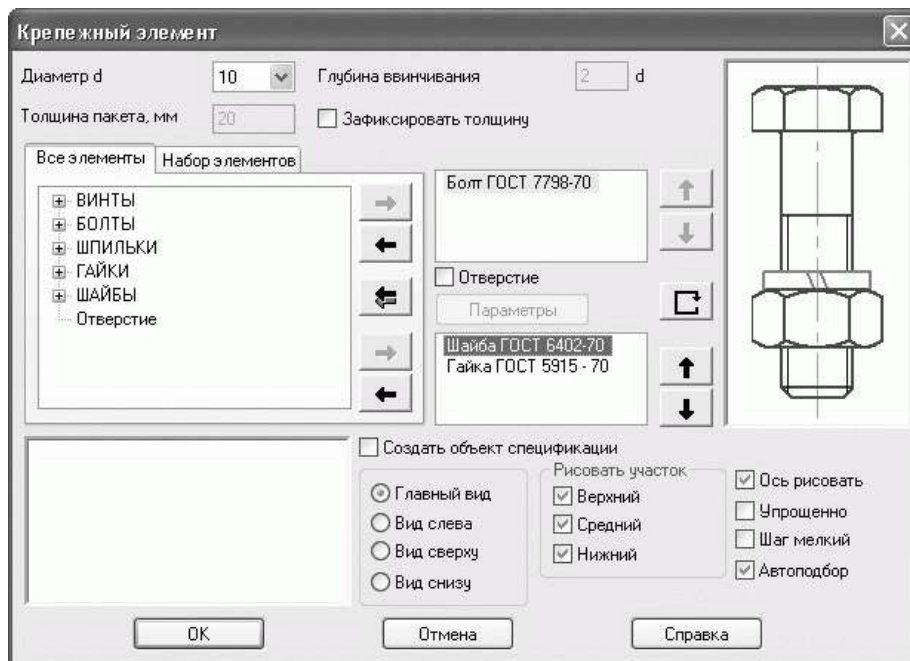

Рис. 2.119. Диалоговое окно Крепежный элемент
Для предотвращения отвинчивания болтов, соединяющих корпус с крышкой, при ударных или вибрационных нагрузках на редуктор под гайку перед закручиванием устанавливается упругая шайба. Изображения стандартных шайб, как и болтов и гаек, можно вставить из конструкторской библиотеки системы КОМПАС-График. Однако не спешите помещать в чертеж по отдельности все элементы, формирующие болтовое соединение (крепежный элемент). В той же конструкторской библиотеке есть специальная команда (не входящая ни в одну из групп) – Крепежный элемент. После ее выбора появится диалоговое окно, позволяющее настроить внешний вид и характеристики создаваемого крепежного элемента (рис. 2.119). На вкладке Все элементы вы можете выбирать любые стандартные элементы крепежа, после чего при помощи кнопки **Добавить**  (или простым перетаскиванием) добавлять их в состав своего крепежного элемента. Задайте такие настройки крепежного элемента: болт по ГОСТ 7798—70, шайба по ГОСТ 6402—70 и гайка по ГОСТ 5915—70. Обратите внимание, что шайба и гайка размещены в нижнем списке, что указывает системе на необходимость размещения этих элементов внизу болта, а не у его головки. Установите переключатель в положение Главный вид, а в области Рисовать участок снимите флажок Средний. Если этот флажок уставлен, значит, в изображении крепежного элемента болт будет отрисован от основания головки до шайбы. Поскольку на главном виде все крепежные элементы будут изображены без разреза, то нам эта часть изображения не нужна (ее все равно пришлось бы удалять вручную). Сняв данный флажок, вы автоматически избавитесь от части изображения болта, невидимой за фланцами крышки и корпуса.
3. Выберите в конструкторской библиотеке объект Крепежный элемент. Появится диалоговое окно (см. рис. 2.119).